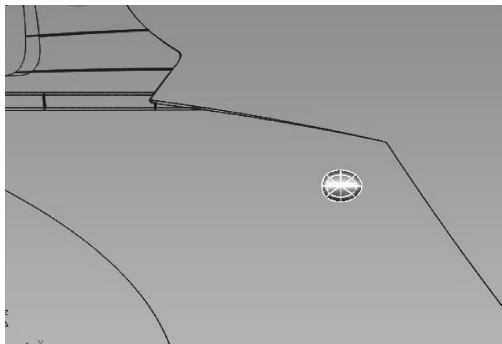
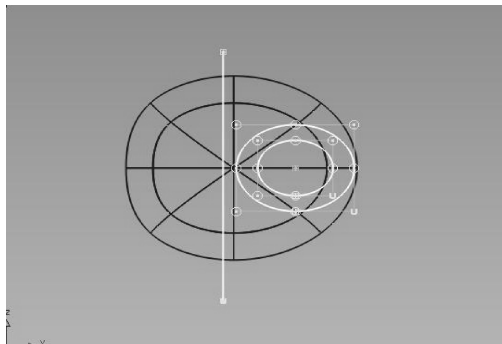

图 10-86 变形圆球
图 10-87 生成支架截面曲线和切割线
- 06 下面制作转向灯。选择【Sphere】工具, 生成图中所示圆球, 然后将其变形, 如图 10-86 所示。利用【Edit Point Curve】工具和【Circle】工具, 生成如图 10-87 所示转向支架截面曲线和切割线。